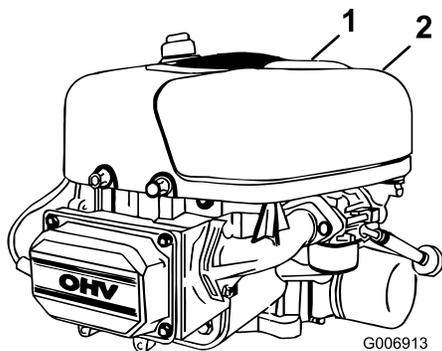

Figura 22
6. Alzate il manico del coperchio del filtro dell'aria e giratelo verso il motore (Figura 22).